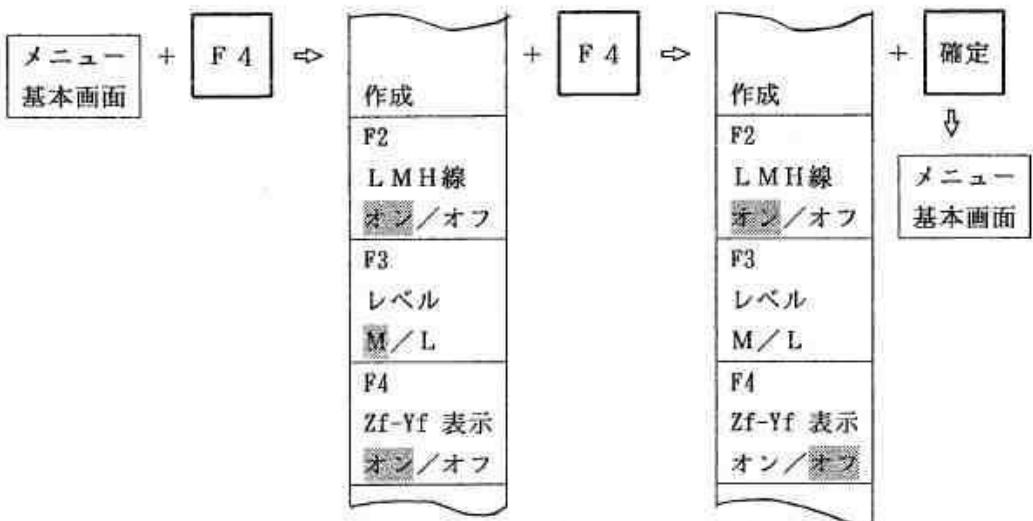

図 9.3.14 Zf-Yf表示のオンの手順
- ① 選択キー【F 4】を1回押すと図9.3.14の選択メニューが表示されます。このメニューの【F 4】の項を見ると、【オフ】の部分にカーソルがあります。
- ② 【オン】に切り替える場合には、選択キー【F 4】を1回押します。カーソルが【オン】に移りますからそれを確認して確認キーを1回押します。